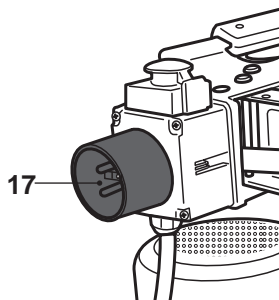

Fig. 10
- > Branchez la prise mâle [17] de l'appareil sur la prise femelle d'une rallonge, puis branchez la rallonge sur une prise de courant adéquate (Fig. 10).